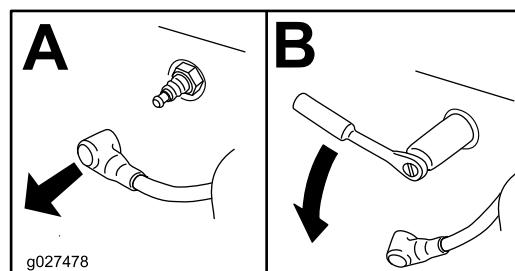

Figure 63
4. Localisez et retirez la ou les bougies comme montré à la Figure 63.